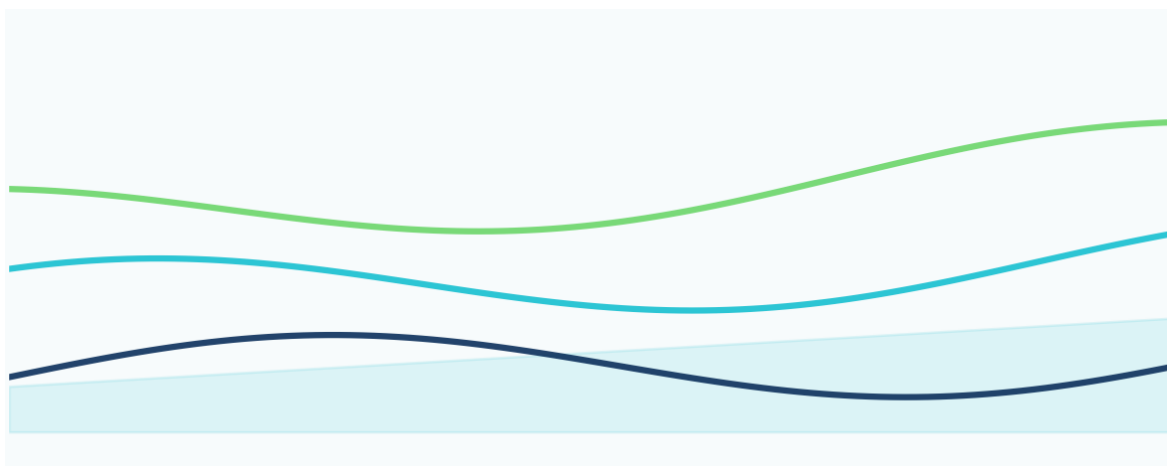

Figura 2 - Evolução temporal de indicadores urbanos. Fonte: elaboração própria DataGeo Academy.
- Figura 2 - Evolução temporal de indicadores urbanos